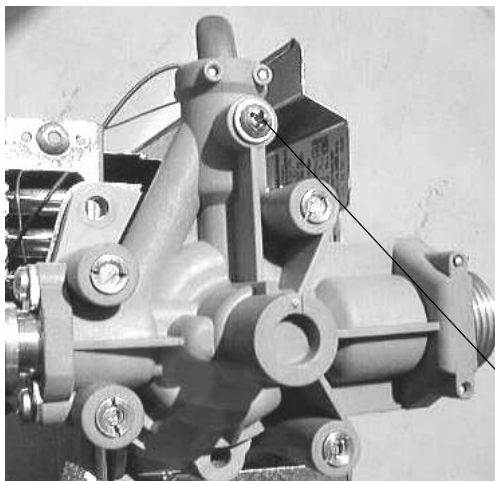

Fig. 5
- Svuotare l'apparecchio aprendo completamente la valvola di svuotamento (Fig 5, 6).